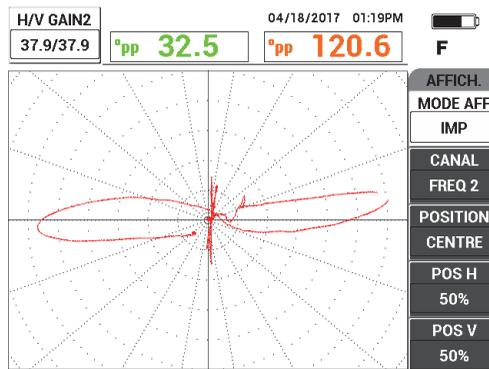

Figure 5-201 Réglage du GAIN en FREQ 2
- Ajustez le signal provenant de l'anneau de support de façon à ce qu'il ne soit pas rogné à l'écran (de 8 à 9 grandes divisions) [voir la Figure 5-201 à la page 287].